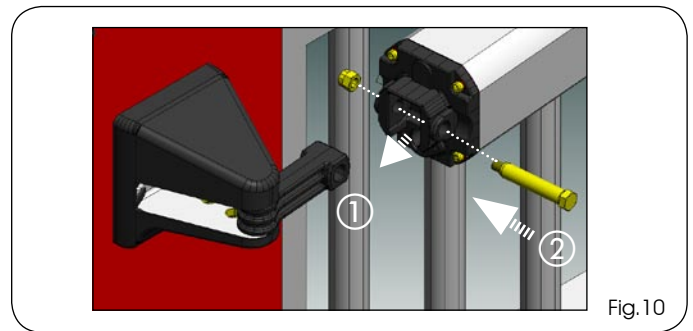

Fig.10
5. Assembler l'opérateur à la bride arrière en utilisant le tourillon et l'écrou fournis. (Fig.10 réf. ① - ②).